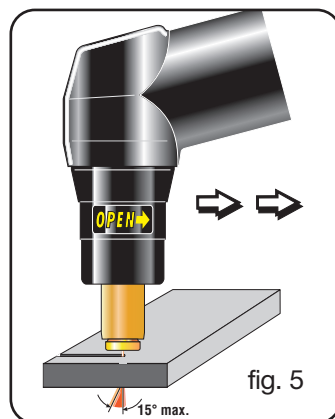

fig. 5
När det är möjligt ska skärningen göras genom en dragande rörelse med brännaren. Det är lättare att dra istället för att skjuta på (se fig. 5).
- För hög hastighet. Kontrollera alltid att bågen skär igenom arbetsstycket fullständigt och att dess vinkel i frammatningsriktningen inte överstiger 10 - 15° (se fig. 5). På detta sätt undviks ett felaktigt slitage på munstycket och brännskador på munstyckshållaren.